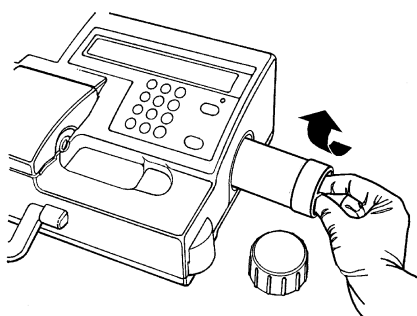

Fig. 6-4 Cambio de la botella del gas
5. Monte la botella en su habitáculo y tornille con la mano hasta que quede firme.(Fig. 6-4).